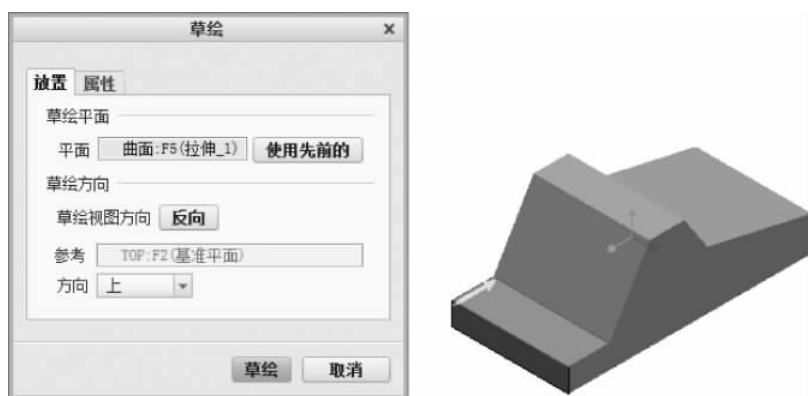

图 3-12 选择基准面
③ 从【方向】列表选择【上】选项,如图 3-12 所示,单击【草绘】按钮,进入草绘模式;